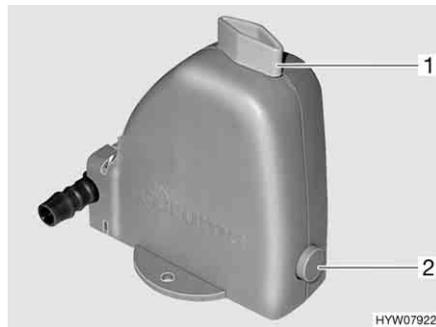

Fig. 60 Valve de sécurité et de vidange du chauffe-eau
Le chauffe-eau est équipé d'une valve de sécurité et de vidange (Fig. 60). La valve de sécurité et de vidange empêche que l'eau ne gèle dans le chauffe-eau lorsque le chauffage n'est pas allumé en cas de gel.
- Fermer la valve de sécurité et de vidange. Tourner pour cela le bouton rotatif (Fig. 60, 1) dans le sens transversal par rapport à la valve de sécurité et de vidange et enfoncer le bouton-poussoir (Fig. 60, 2).
- Ouvrir la valve de sécurité et de vidange. Tourner le bouton rotatif (Fig. 60,1) dans le sens longitudinal par rapport à la valve de sécurité et de vidange. Le bouton-poussoir (Fig. 60,2) ressort. Le chauffe-eau est vidé à l'extérieur par le biais de la valve de sécurité et de vidange.